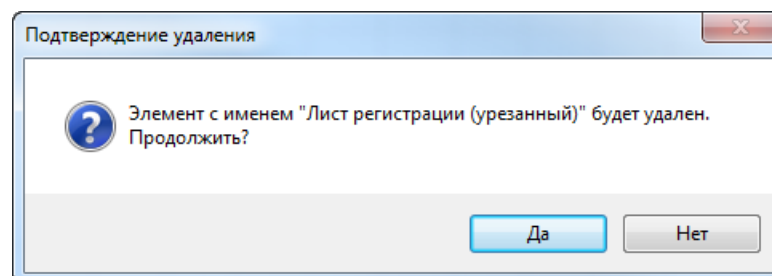

Рис. 73 Подтверждение удаления
3. В окне «Подтверждение удаления» нажмите «Да» для подтверждения удаления атрибута, либо «Нет» для отмены действия, Рис. 73.